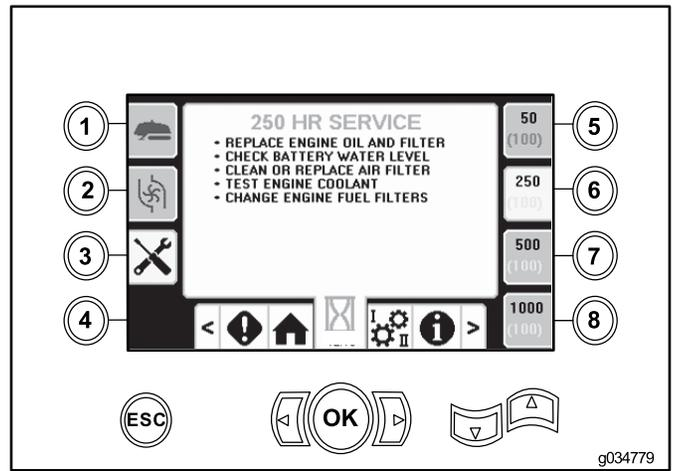

Figura 44
- Botón 6 – Programa de mantenimiento de 250 horas (Figura 44)